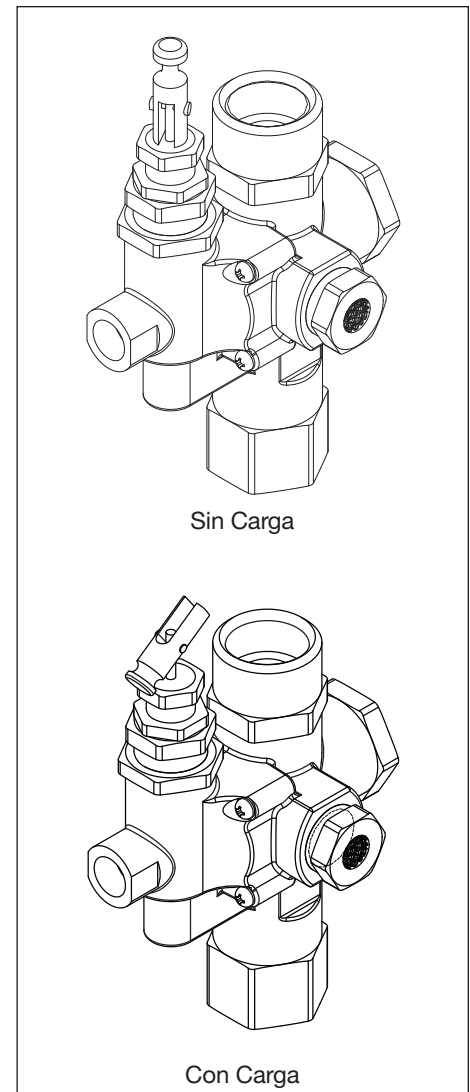

Figura 7 - Válvula de control
1. Colocar la válvula de control en la posición de descarga (ver la Figura 7).
1. Colocar la válvula de control en la posición de descarga (ver la Figura 7)
5. El motor está también equipado con un arrancador de retroceso como método alternativo de arranque. Girar el interruptor de la llave a la posición encendido (ON). Jalar ligeramente del cable de arranque hasta sentir una ligera resistencia, y luego jalar con fuerza.
7. Mover la palanca de la válvula de control a la posición de carga (ver la Figura 7). El compresor está listo para su uso.